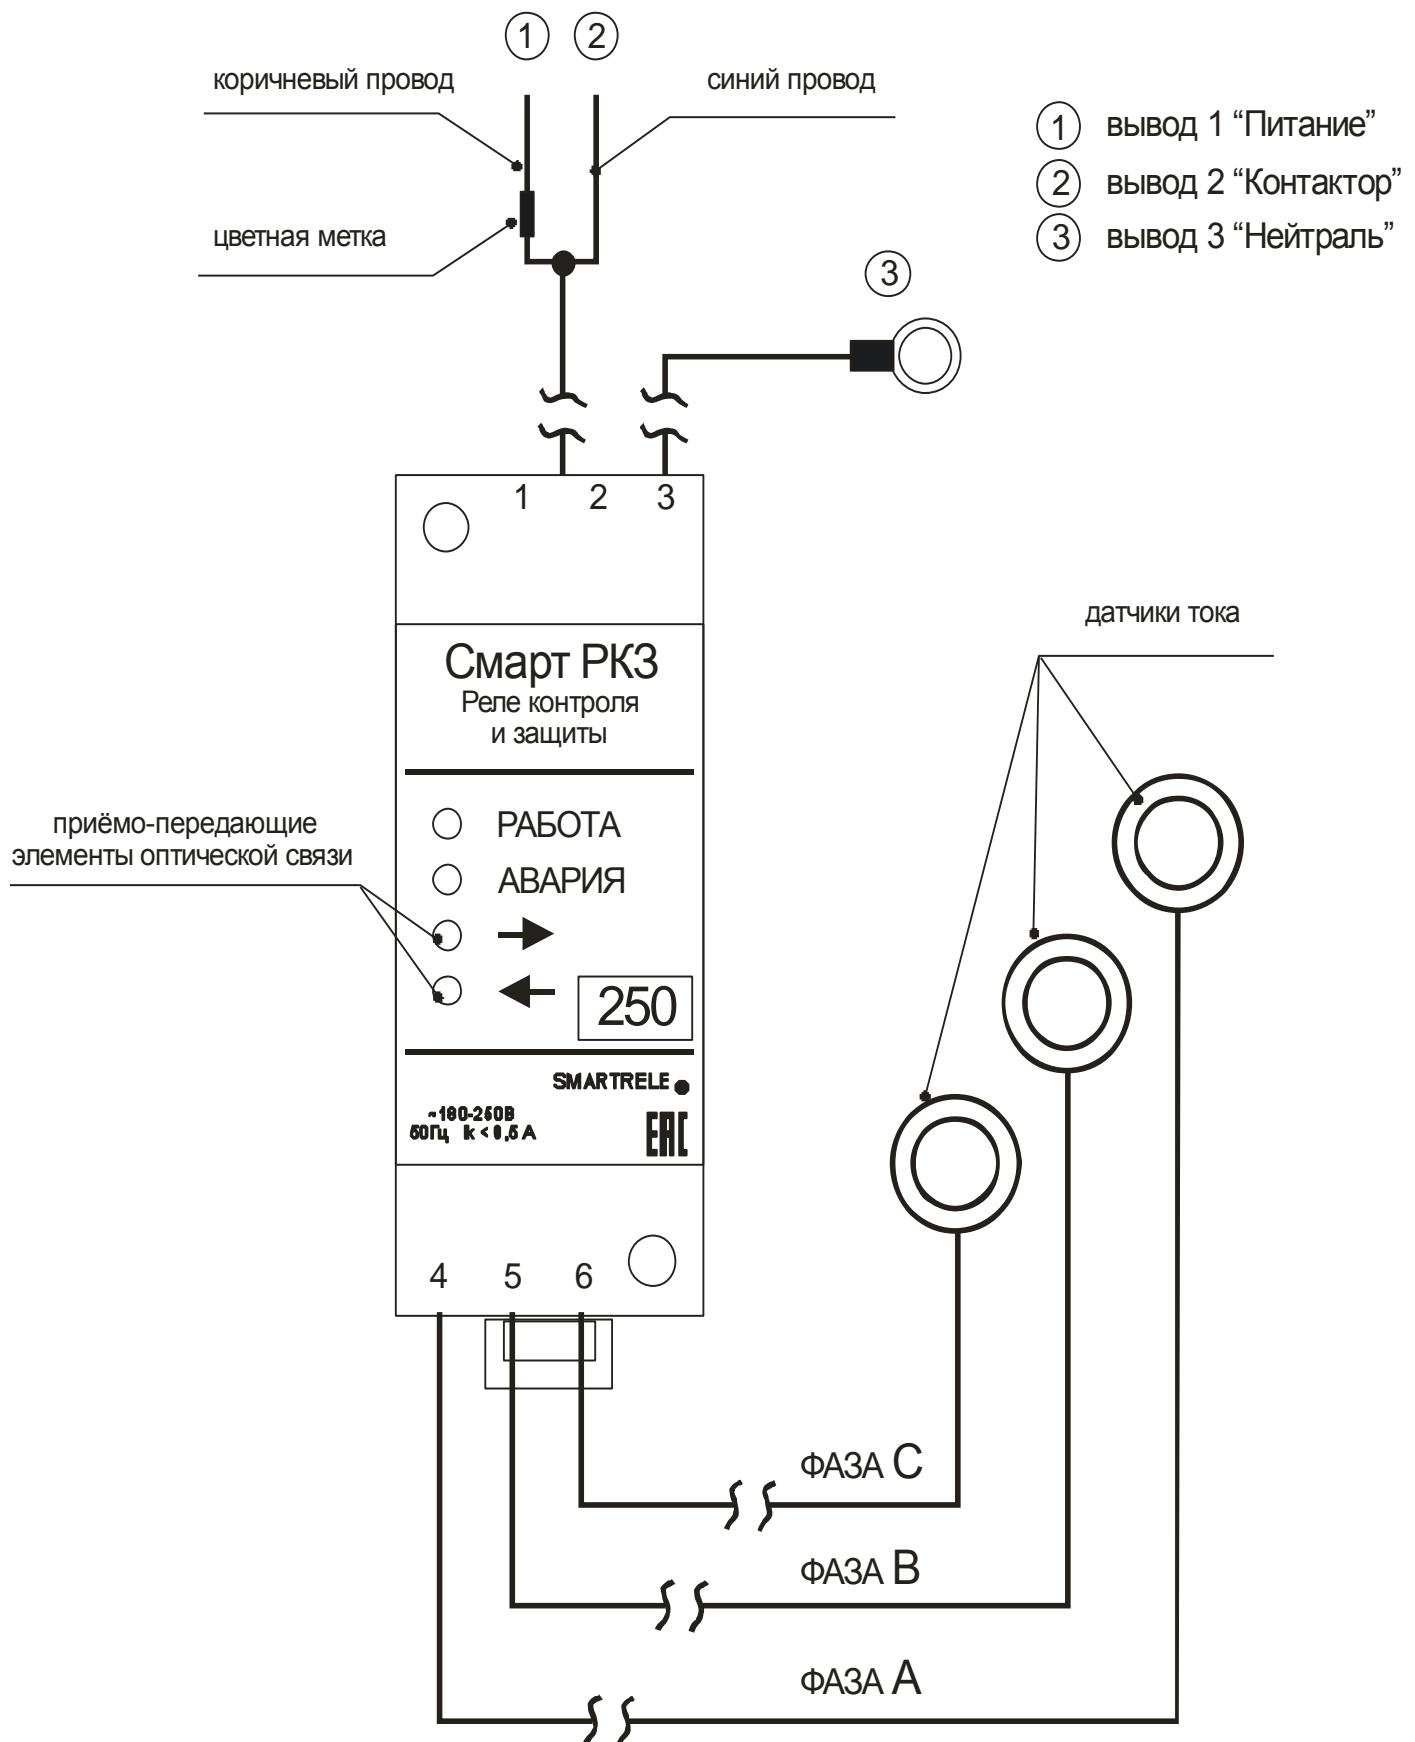

Рисунок 1 – общий вид реле Смарт РКЗ
5.1 Общий вид реле показан на рис.1, габаритные и установочные размеры электронного блока реле – на рис.2.